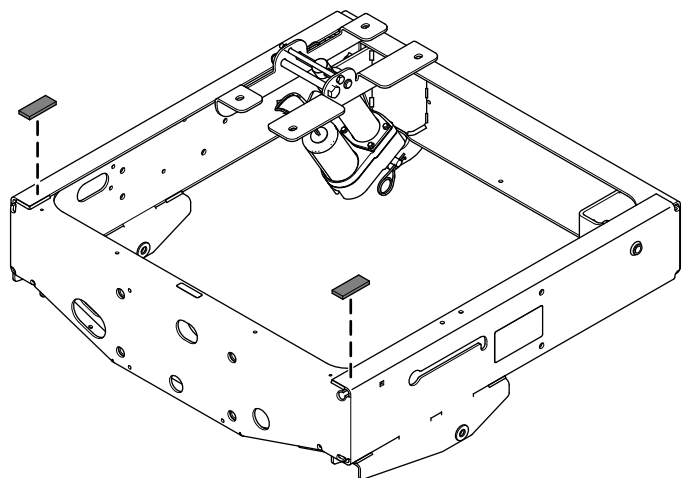

Figura 15
2. Retire el papel protector de las almohadillas de espuma y péguelas como se muestra en la Figura 15.